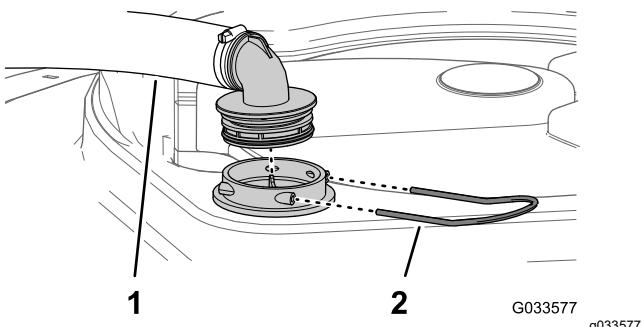

Bild 100
2. Nehmen Sie oben am Sprühbehälter den Halter ab, mit dem das Schlauchanschlussstück befestigt ist, das am dicken Schlauch und dem Filtergehäuse angeschlossen ist (Bild 100).
3. Nehmen Sie den Schlauch und das Schlauchanschlussstück vom Filtergehäuse ab (Bild 100).